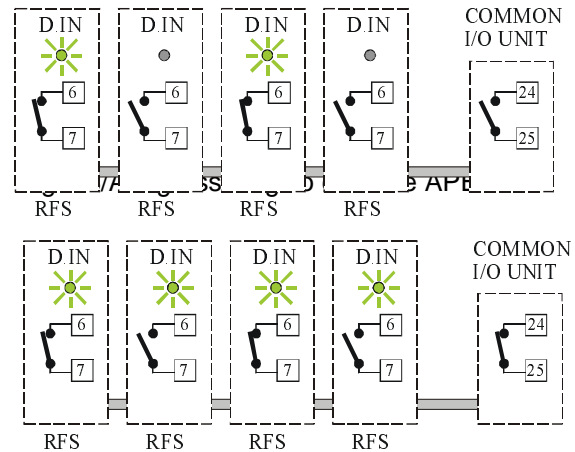

Fig. 18/B Ingresso logico comune CHIUSO
**NOTA:** Come illustrato nella Fig. 18, l'ingresso logico di un gruppo di RFS può essere pilotato singolarmente (usando i terminali 6 e 7 dello strumento in questione) o collettivamente (usando i terminali 24 e 25 dell'unità I/O comune).